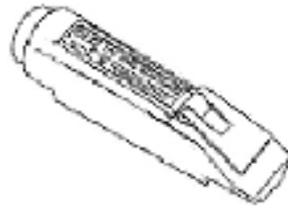

Figura 5. Carregando um Recipiente de Concentrado
5. Carregue o recipiente de concentrado (ver Figura 5 e a Seção sobre Carregamento de Concentrado, página 7).